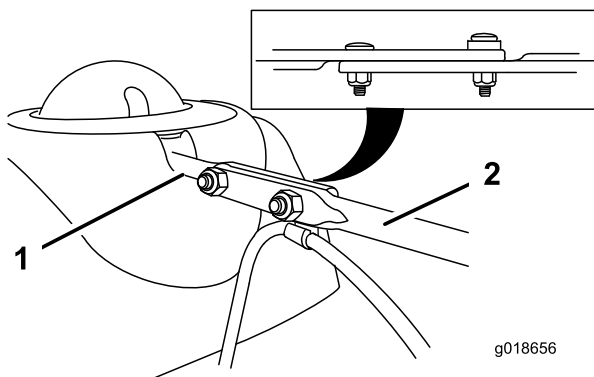

Рисунок 15
- Совместите плоский задний конец длинного штока управления желобом с плоским передним концом короткого штока, который выступает из панели управления, таким образом, чтобы они образовали единое целое (Рисунок 15).